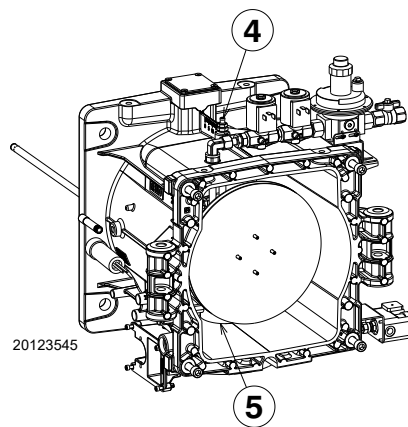

Fig. 29
La Tab. L permette di individuare la potenza erogata dal bruciatore in funzione della pressione misurata sulla presa 4)(Fig. 29 a pag. 30).
Pressione del gas misurata alla presa 4)(Fig. 29 a pag. 30), con:
- sottrarre dalla pressione del gas alla presa 4)(Fig. 29 a pag. 30) la pressione in camera di combustione.
Pressione del gas alla presa 4)(Fig. 29) = 9 mbar